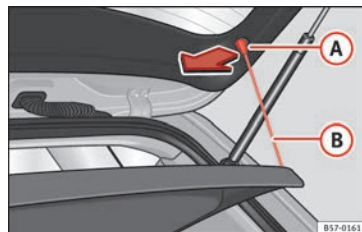

Fig. 159 En el maletero: desmontar y montar la bandeja.
- Desenganche los tirantes de sujeción » **fig. 159 B** de los alojamientos **A**.
- Enganche los tirantes de sujeción » **fig. 159 B** en el portón trasero.